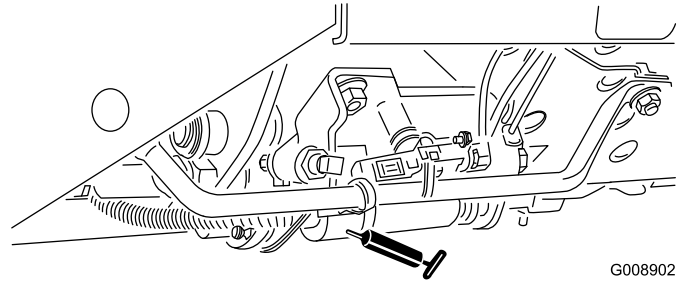

**Figure 49**
- Pivot de bras de levage arrière et vérin de levage (2) (Figure 49)